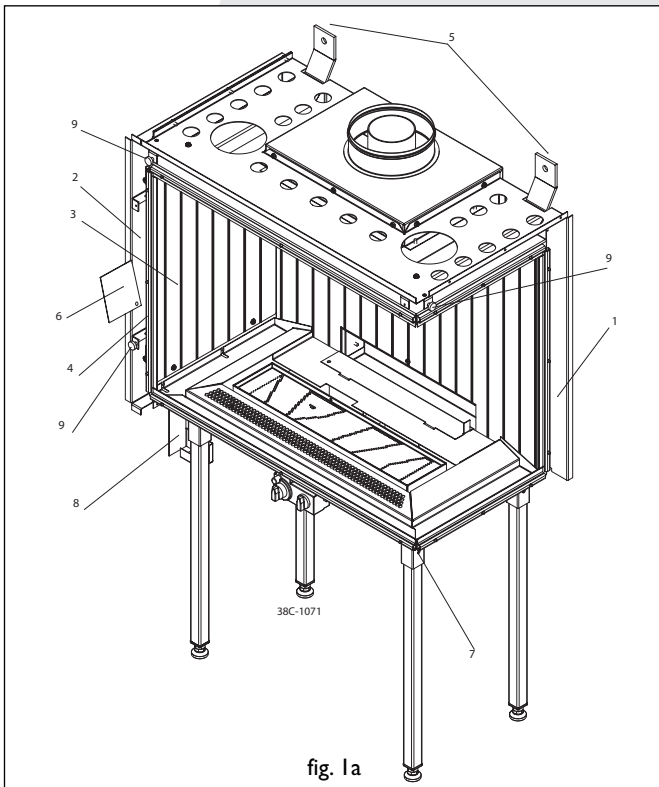

fig. 1a
Sollten Sie eine Vorderfront für ein einzubauendes Gerät mit einem rechten Seitenfenster gekauft haben, bringen Sie die Magnete auf wie Fig.1a (9). Haben sie ein Gerät mit einem linker Seitenfenster, bringen Sie die Magnete auf in Spiegelbild.
Sollten Sie eine Forderfront für einen Innenteil mit einem linken Seitenfenster gekauft haben und dieser ist mit einem rechten Seitenfenster eingerichtet, müssen Sie ihn erst umbauen. Arbeiten Sie folgender massen (siehe Fig. 1a):